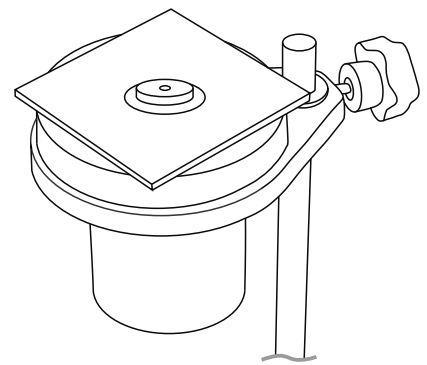

図 1
- 1 カップをスタンドaに取り付け、スタンドに付属しているすり切りガラス板と水準器を使って、カップを水平に配置します (図1)。